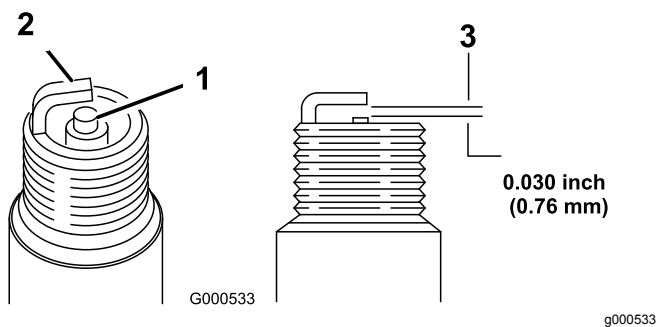

Figura 30
- Impostate la luce sul tappo a 0,76 mm, fate riferimento a (Figura 30).